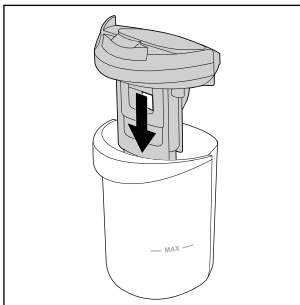

Fig. 29
- ♦ Vuelva a colocar la tapa del depósito de agua sucia **9** en el depósito de agua sucia **2** (consulte la fig. 29).